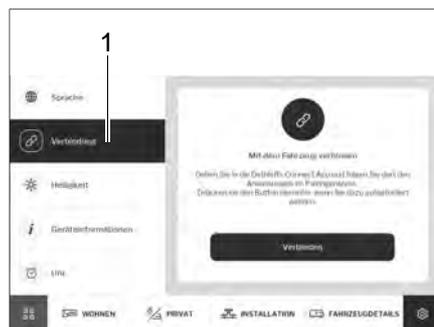

Bild 268 Verbindung
- Auf Schaltfläche *Verbindung* (Bild 268,1) tippen.